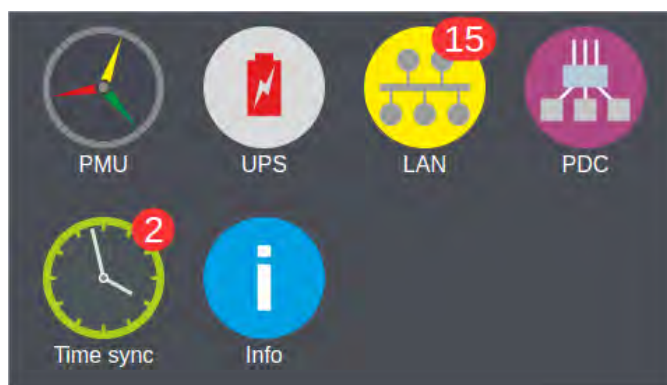

Рисунок 6.2. Главное меню с уведомлением об ошибках.
При обнаружении ошибки в работе устройств системы в главном меню модуля в верхнем правом углу пиктограммы, соответствующей типу устройств, в которых обнаружилась ошибка, появится уведомление с количеством ошибок на красном фоне (рисунок 6.2) и произойдет замыкание дискретного выхода (DO). Размыкание дискретного выхода произойдет только в том случае, когда все ошибки будут устранены или сквитированы (в главном меню исчезнут все уведомления об ошибках).